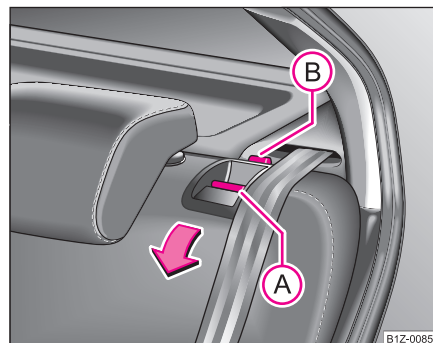

Fig. 69 Desbloquear el respaldo de asiento trasero
- Presione el botón de desbloqueo (A) y abata el respaldo del asiento trasero hacia delante ⇒ página 94, fig. 69.
- Cerciérese de que la espiga roja (B) está cubierta ⇒ página 94, fig. 69.